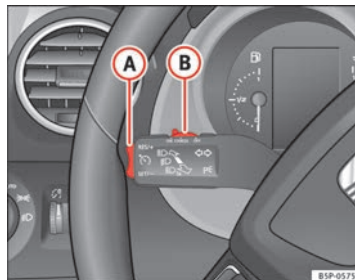

Fig. 153 Palanca de intermitentes y de luz de carretera: conmutador y tecla basculante para el regulador de velocidad
- Mueva el mando ➔ fig. 153 **B** hacia la izquierda hasta la posición **ON**.